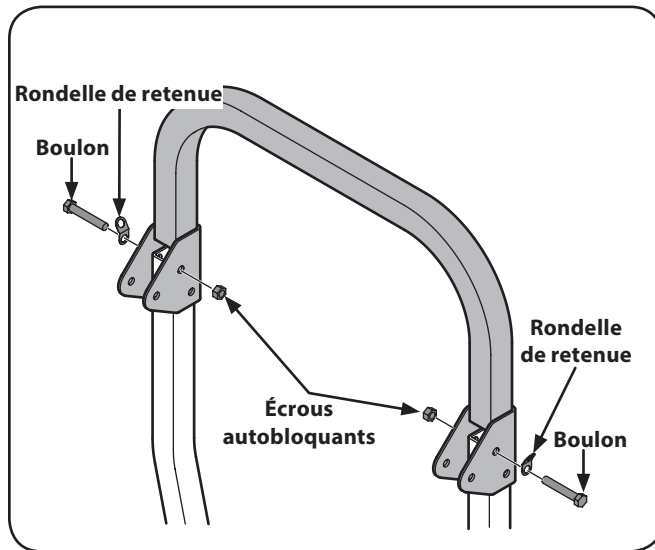

Figure 3-5
4. Installez la partie supérieure de la structure de protection anti-retournement sur les poteaux inférieurs. Insérez les boulons, les rondelles de retenue et les écrous autobloquants. Voir Figure 3-5.